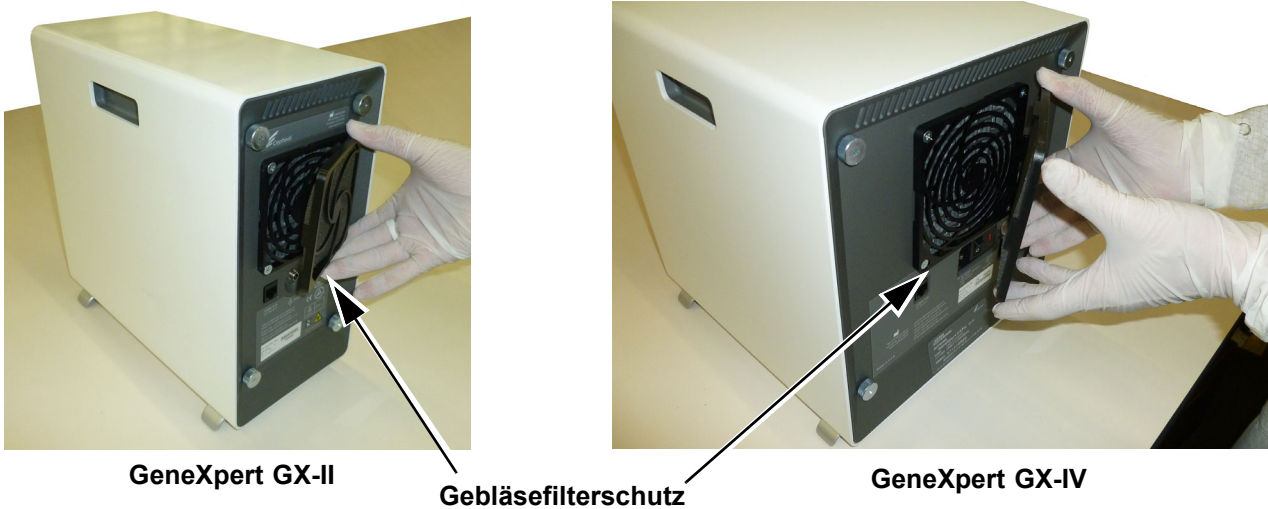

Abbildung 9-9. Abnehmen des Gebläsefilterschutzes
4. Nehmen Sie den Gebläsefilterschutz vorsichtig vom Gebläsegehäuse ab (vgl. Abbildung 9-9) und legen Sie ihn bis zum Ende des Filterausbaus zur Reinigung beiseite.